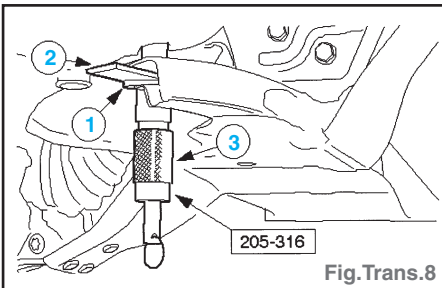

Fig. Trans.8
- Aligner le berceau à l'aide de l'outil spécial et d'une rondelle appropriée (Fig. Trans.8) :